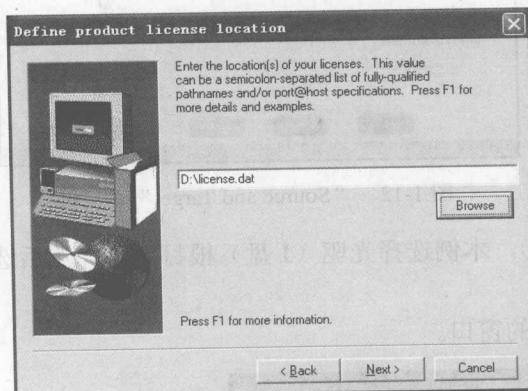

图 1-7 “Define product license location”对话框
(7) 单击“Next”按钮，弹出如图 1-7 所示的对话框，指定 License 文件路径为“d:\license.dat”。